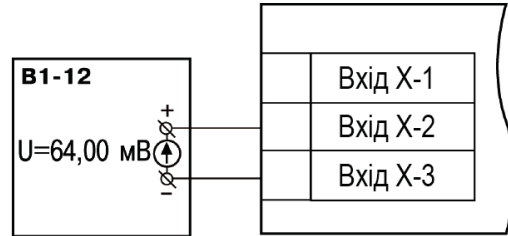

Рисунок 8.1 – Підключення джерела постійної напруги
1. Підключити до пристрою джерело постійної напруги класом точності не нижче 0,05 (наприклад, пристрій для перевірки вольтметрів (В1-12), дотримуючись полярності (див. рисунок 8.1).